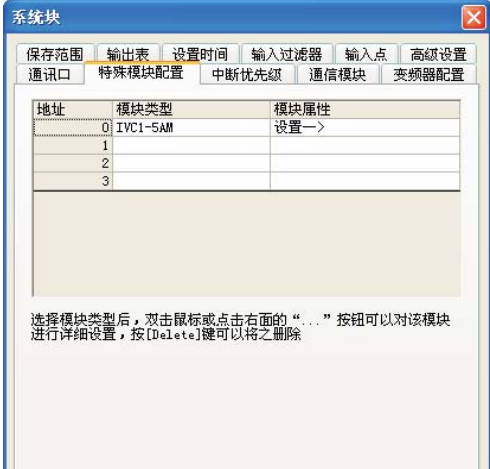
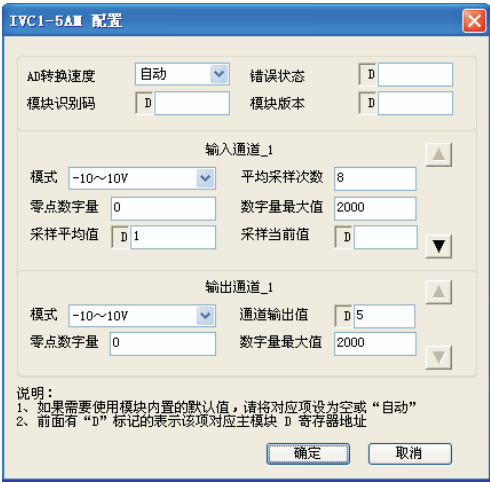

图 4-1 设置扩展模块类型
图 4-2 设置扩展模块参数
9. **BFM#4094** 为模块软件版本信息。自动显示在后台软件的 IVC1-5AM 配置界面面上的**模块版本**栏，见图 4-2。
例：IVC1-5AM 模块地址为**1**（扩展模块的编址方法，参见《IVC 系列可编程控制器用户手册》），使用其第**1、2、3、4** 通道，输入电压信号（−10V~10V），输入通道平均值点数设为**8**，并且用数据寄存器 D1、D2、D3、D4 接收平均值转换结果；输出通道置模式**0**，输出电压信号 10V，使用 D5 单元。如图 4-1，设置扩展模块的类型；然后如图 4-2，设置扩展模块实际使用的参数。图示为设置第**1** 通道和输出通道的参数，同样的方法分别设置其它**3** 个输入通道。